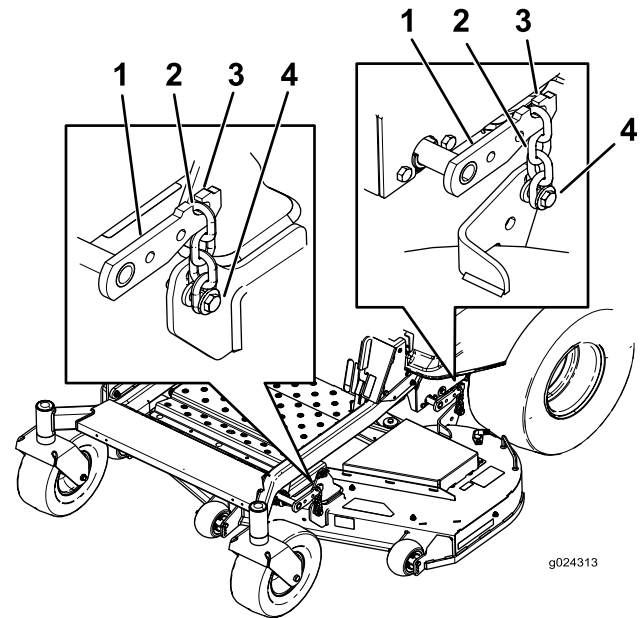

**Figure 64**
3. Placez deux cales de 6,6 cm (25/8 po) sous chaque côté du bord avant du tablier de coupe, mais pas sous les supports des galets anti-scalp (Figure 64).
4. Placez deux cales épaisses de 7,3 cm (27/8 po) sous le bord arrière de la jupe du tablier de coupe, une de chaque côté (Figure 64).